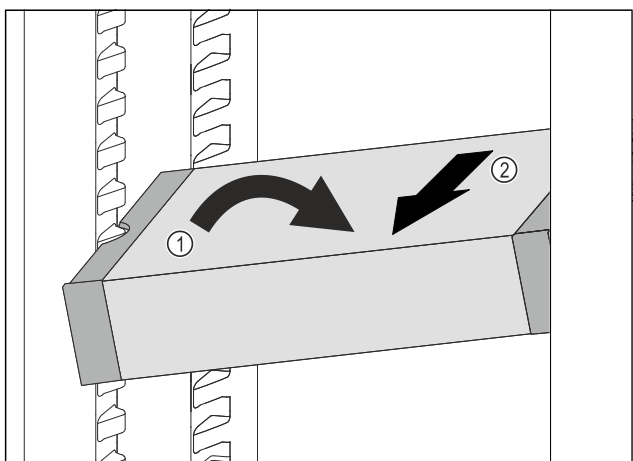

Fig. 55
- ▶ VarioSafe ustawić w chłodziarce pod skosem. Fig. 55 (1)
- ▶ VarioSafe wyjąć do przodu. Fig. 55 (2)